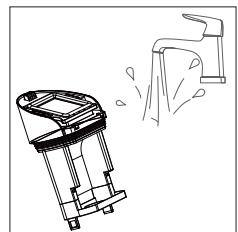

Fig. 18 – Nettoyer le bouchon
- ▶ Nettoyez le bouchon du réservoir à l'eau courante (**voir Fig. 18**).